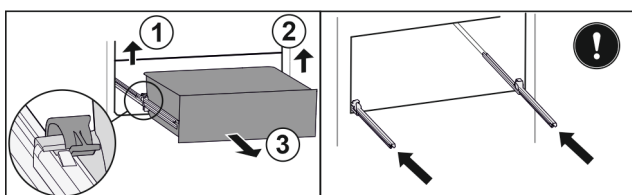

Fig. 155
- ▶ Приподнимите левый зажим и одновременно вытяните движением вперед выдвижной ящик слева. Fig. 155 (1)
- ▶ Приподнимите правый зажим и одновременно вытяните движением вперед выдвижной ящик справа. Fig. 155 (2)
- ▶ Извлеките выдвижной ящик движением вперед. Fig. 155 (3)